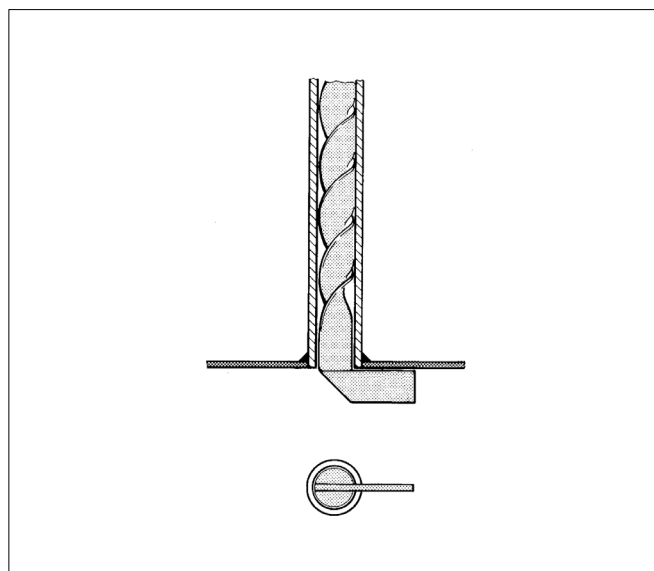

Fig. 42 Verificarea turbulatorilor
- Verificați dacă turbulatorii cu benzile opritoare stau în față orizontal pe țevile de transfer de căldură (fig. 42).